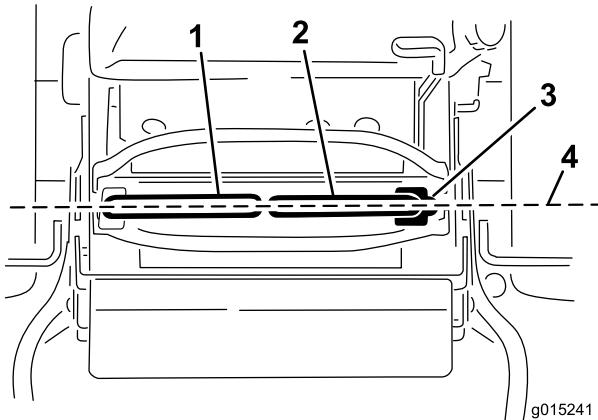

Figura 19
Importante: Controllate che l'allineamento del tosaerba sia giusto dopo aver regolato le leve di controllo del movimento. La messa a punto dell'allineamento e l'allineamento longitudinale delle leve di controllo del movimento sono la stessa procedura (Figura 19).
- Una volta completato l'allineamento orizzontale, controllate l'allineamento longitudinale (Figura 19).